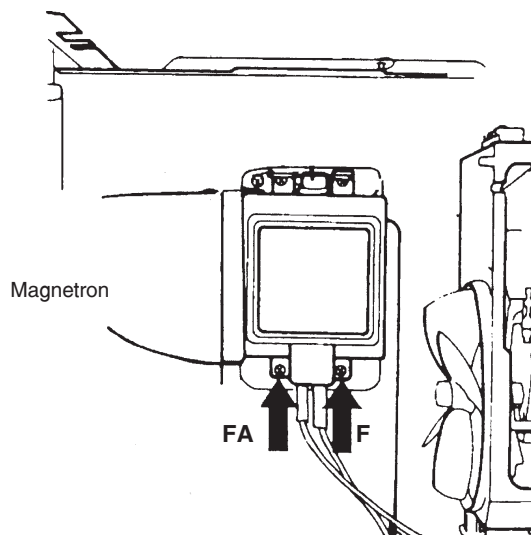

Fig. 2
- 2- Ao conectar os fios do filamento do magnetron certifique-se da posição correta. O fio principal do transformador de alta tensão, deve ser conectado ao terminal "F" do magnetron (lado direito), e o fio principal do capacitor de alta tensão (terminal do pólo positivo), deve ser conectado ao terminal "FA" do magnetron (lado esquerdo), conforme fig. 2.